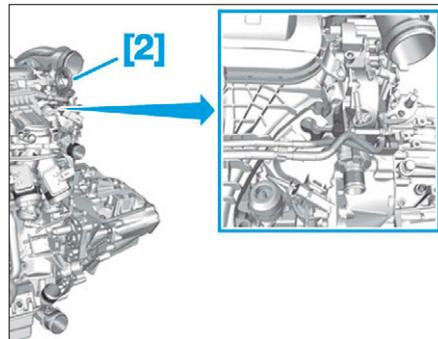

FIG. 113
- Mettre en place l'anneau de levage [2] (Fig.113).